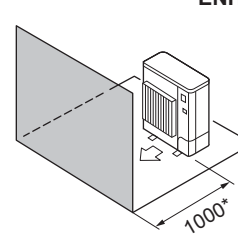

Fig. 2-5
④ Hindringer kun foran (Fig. 2-5)